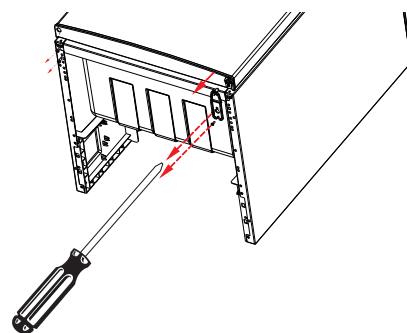

Fig. 2
- ▶ Drej de to skrue for nederste hængsel ud med en stjerneskrue-trækker, og fjern hængslet fra køleskabets hus (fig. 2).